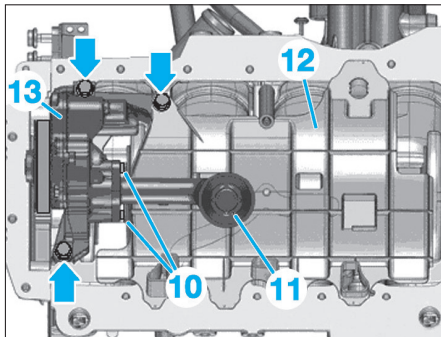

FIG. 39
- Si la pompe à huile doit être remplacée, dévisser les vis (10) et retirer le tuyau d'aspiration d'huile (11) (Fig.39).
- Dévisser les vis (Fig.39), puis extraire la chicane (12) et la pompe à huile (13) de sa courroie crantée.